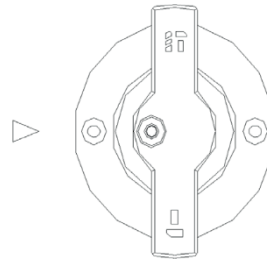
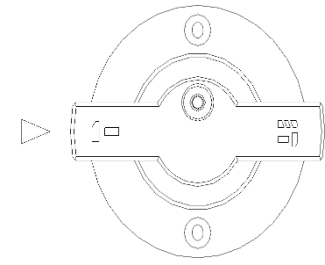

Fig. 4
Fig. 5
- Insérez le burin dans le porte-outil, tournez le sélecteur de mode opérationnel (7) dans la position indiquée à la figure 4, réglez le sélecteur de mode sur la position souhaitée, puis mettez l'outil en mode burinage pour l'appliquer (Fig. 5).